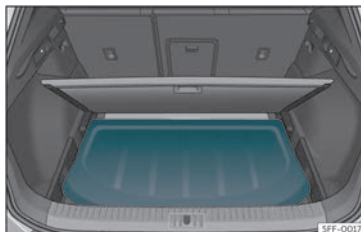

Fig. 108 Al maleter: col·locació de la safata.
- Poseu la safata del maleter en el suport previst per això»» fig. 108.